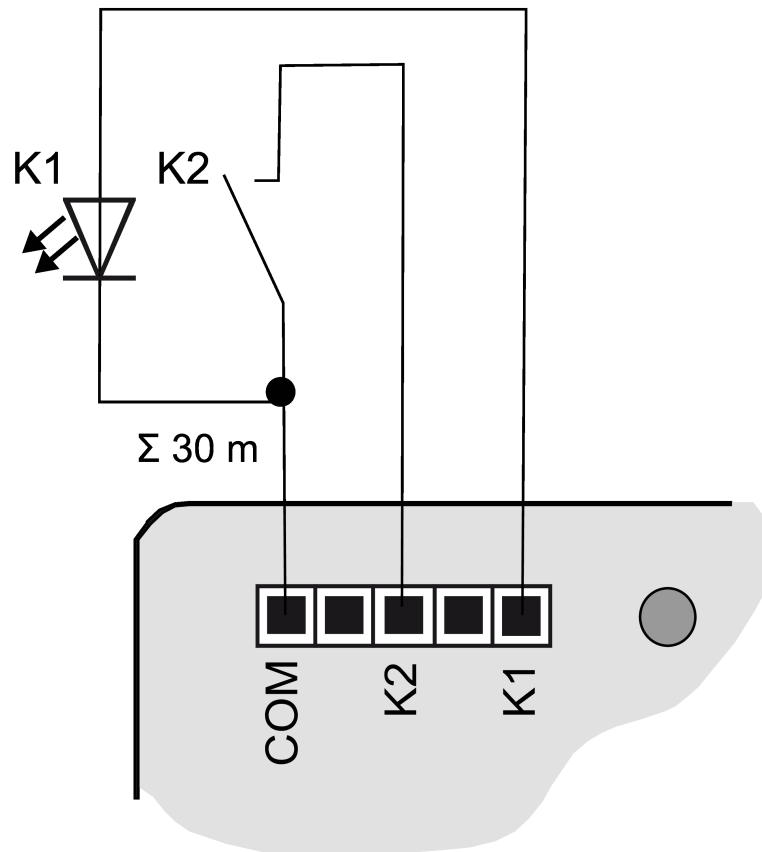
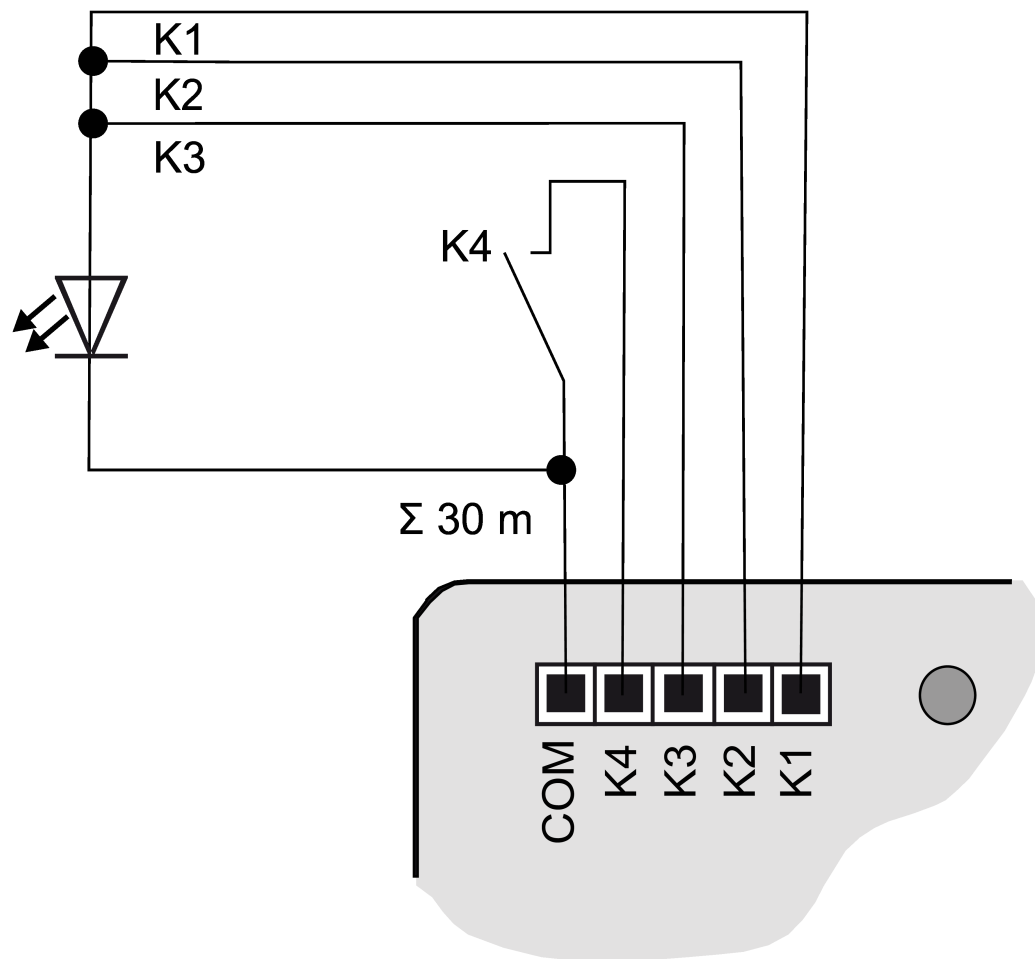

Figure 6: Exemple de raccordement de l'interface de bouton-poussoir double
Figure 9: Exemple de raccordement avec des sorties en parallèle
- Raccorder les boutons-poussoirs, les commutateurs, les contacts, les LED ou les NTC conformément aux exemples de raccordement avec les câbles de raccordement fournis (4) (voir figure 6) à (voir figure 9). Les exemples de raccordement illustrent l'utilisation avec des entrées et des sorties.
- i** Pour l'augmentation du courant de sortie, il est possible de brancher des sorties en parallèle avec le même paramétrage. Dans l'exemple (voir figure 9) **K1-K3** sont ici branchés en parallèle.